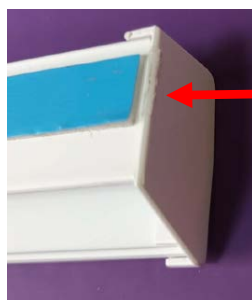

Рис. 2.2
2.1.2. Вставить крышки напр. тип "С" ROLLA (311315-0225) в направляющие (Рис. 2.2)